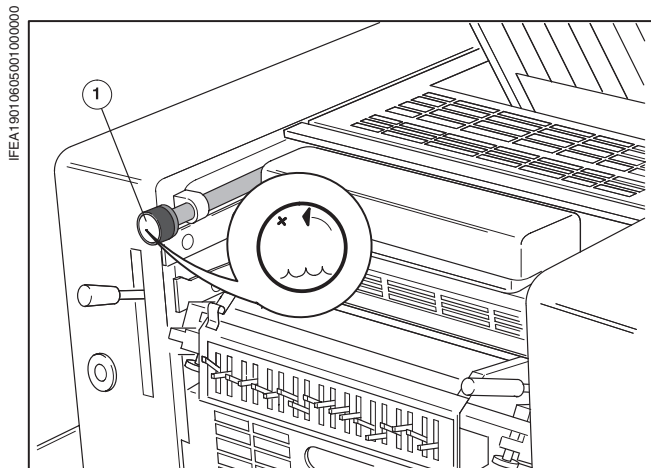

Рис. 16
- ❶ Для разъединения накатного увлажняющего валика и погружного валика вдавить поворотную ручку (Рис. 16/❶) и повернуть ее против часовой стрелки до упора.